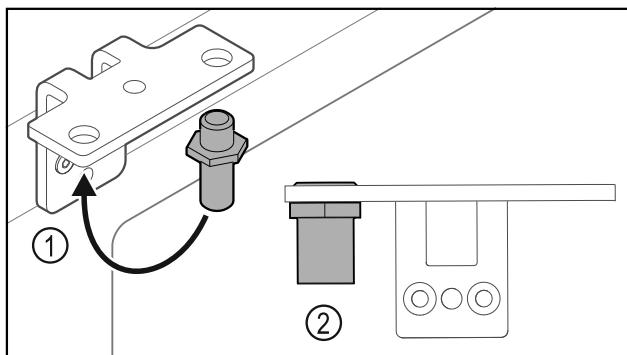

Fig. 38
- Perkelkite kaištj Fig. 38 (1) šarnyriniame kampuotyje.
- Priveržkite kaištj Fig. 38 (2) **12 Nm** sukimo momentu.